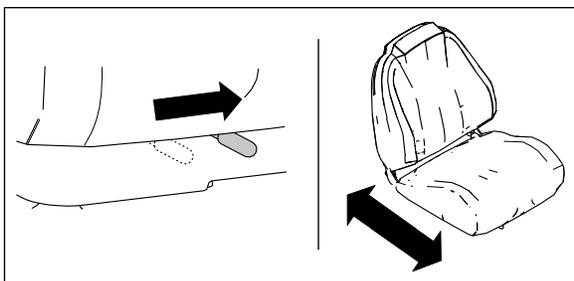

Figura 1
- A. Utilize a alavanca de posicionamento do assento para deslizar o assento para a frente e para trás (**Figura 1**).